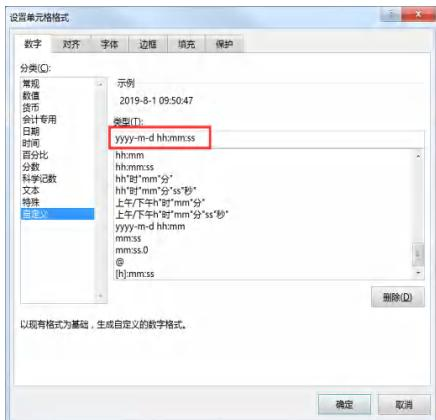

图7-1-5 自定义时间格式
1. 需要将时间字段TIME修改格式，选中时间行列，鼠标右击选择“设置单元格格式”，在打开的设置单元格格式窗口左侧选择“自定义”，在红色框中请输入：yyyy-mm-d hh:mm:ss。如图7-1-5所示。